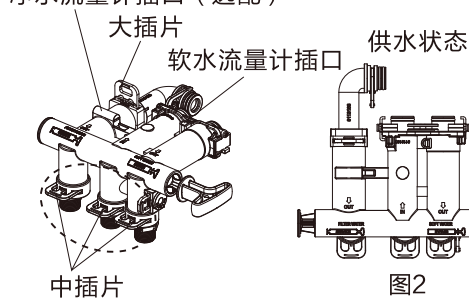
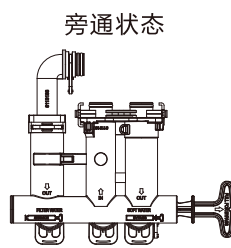
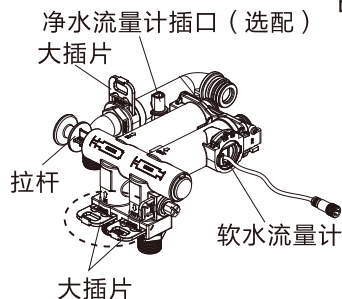
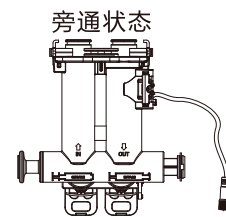

图2
图3
图4
图5
- 6) 按照4)安装步骤完成后, 请确认BP-3旁通是否处于供水状态 (图2), 如果BP-3旁通处于旁通状态 (图3), 请将拉杆推至供水状态 (图2)。
- 7) 按照4)安装步骤完成后, 请确认BP-K旁通是否处于供水状态 (图4), 如果BP-K旁通处于旁通状态 (图5), 请将拉杆拉至供水状态 (图4)。
如遇设备故障或其它特殊情况, 可将本机的旁通阀调节至旁通状态 (将拉杆推至图3或图5状态), 您可暂时直接使用市政供水, 待故障或问题排除解决后, 再将旁通阀调节到供水状态 (将拉杆推至图2或图4状态), 以恢复软水供水。